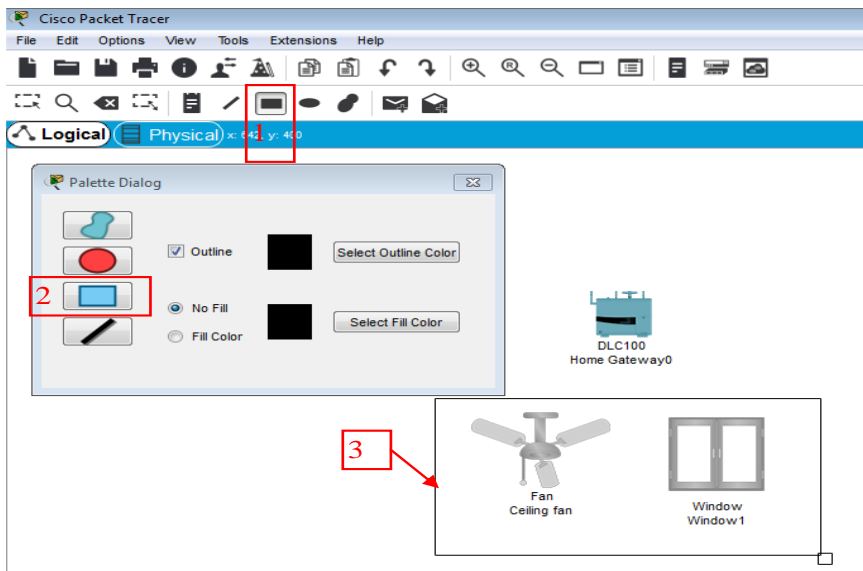

Рис. 3.6
4. Обведіть прямокутником елементи кімнати вентилятор і вікно почергово виконавши дії 1-3 (Рис. 3.6).